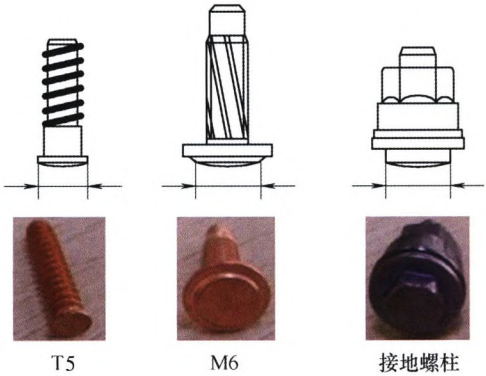

图 3
目前，汽车白车身制造工艺中常用的螺柱型号包括：T5螺柱、M6螺柱和接地螺柱，如图3所示。此类螺柱的常见失效模式有：漏焊、错焊、缩孔、焊穿、虚焊、焊接热量不足、螺柱倾斜和焊缝堆。
(1) 目视检查。对于T形和带法兰的螺柱，其焊接质量可以通过目视检测螺柱底端焊缝外观形状来判断焊接质量，如图3所示。此方法效率高，但对目视检查人员的经验要求较高。